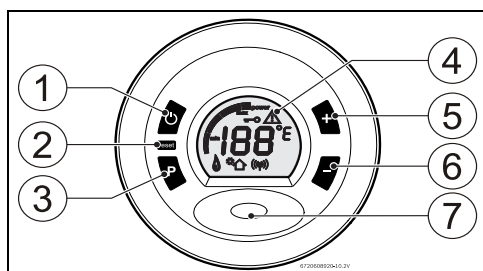

Fig. 8 Display de LCD
- ▶ Presionar y mantener presionado el botón de programación (Fig. 8, [3]), colocar el interruptor principal (Fig. 8, [1]) en la posición ON.